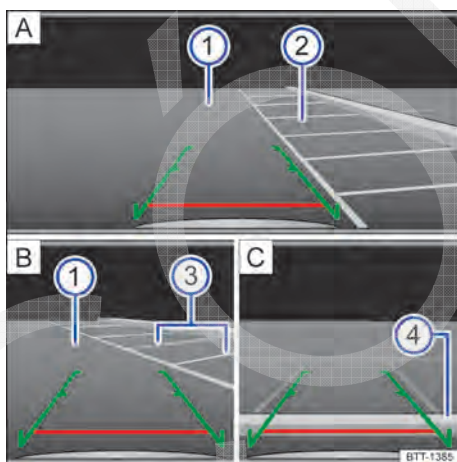

Fig. 110 Exibição do display do rádio ou do sistema de navegação: entrar na vaga de estacionamento com a câmera de marcha a ré (representação esquemática).
Legenda para exibição do display → Fig. 110:
2.	Posicionar o veículo na frente da vaga de estacionamento → Fig. 110 A ②.
4.	Conduzir para trás devagar e manobrar de modo que as guias verdes laterais conduzam entre as linhas de delimitação da vaga de estacionamento selecionada → Fig. 110 A ②. Observar a seguinte mensagem: Controlar a trajetória do veículo! →  em Introdução ao tema na página 132!
5.	Alinhar o veículo na vaga de estacionamento selecionada de modo que as guias verdes laterais fiquem em cima das linhas de limitação lateral → Fig. 110 B ③.
6.	Parar o veículo o mais tardar ao atingir a guia vermelha horizontal de limitação traseira, por exemplo, meio-fio → Fig. 110 C ④.